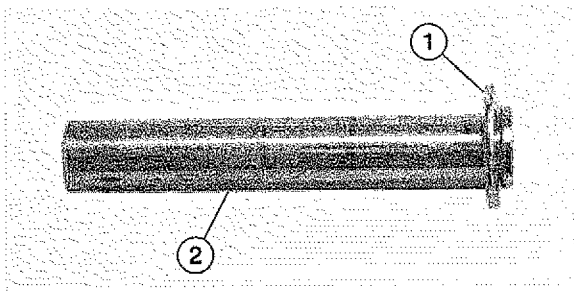

Figura 19 – Instalación de la arandela del eje de rueda
3. Deslice la arandela del eje de la rueda al pasador del eje de la rueda (Ver Figura 19).